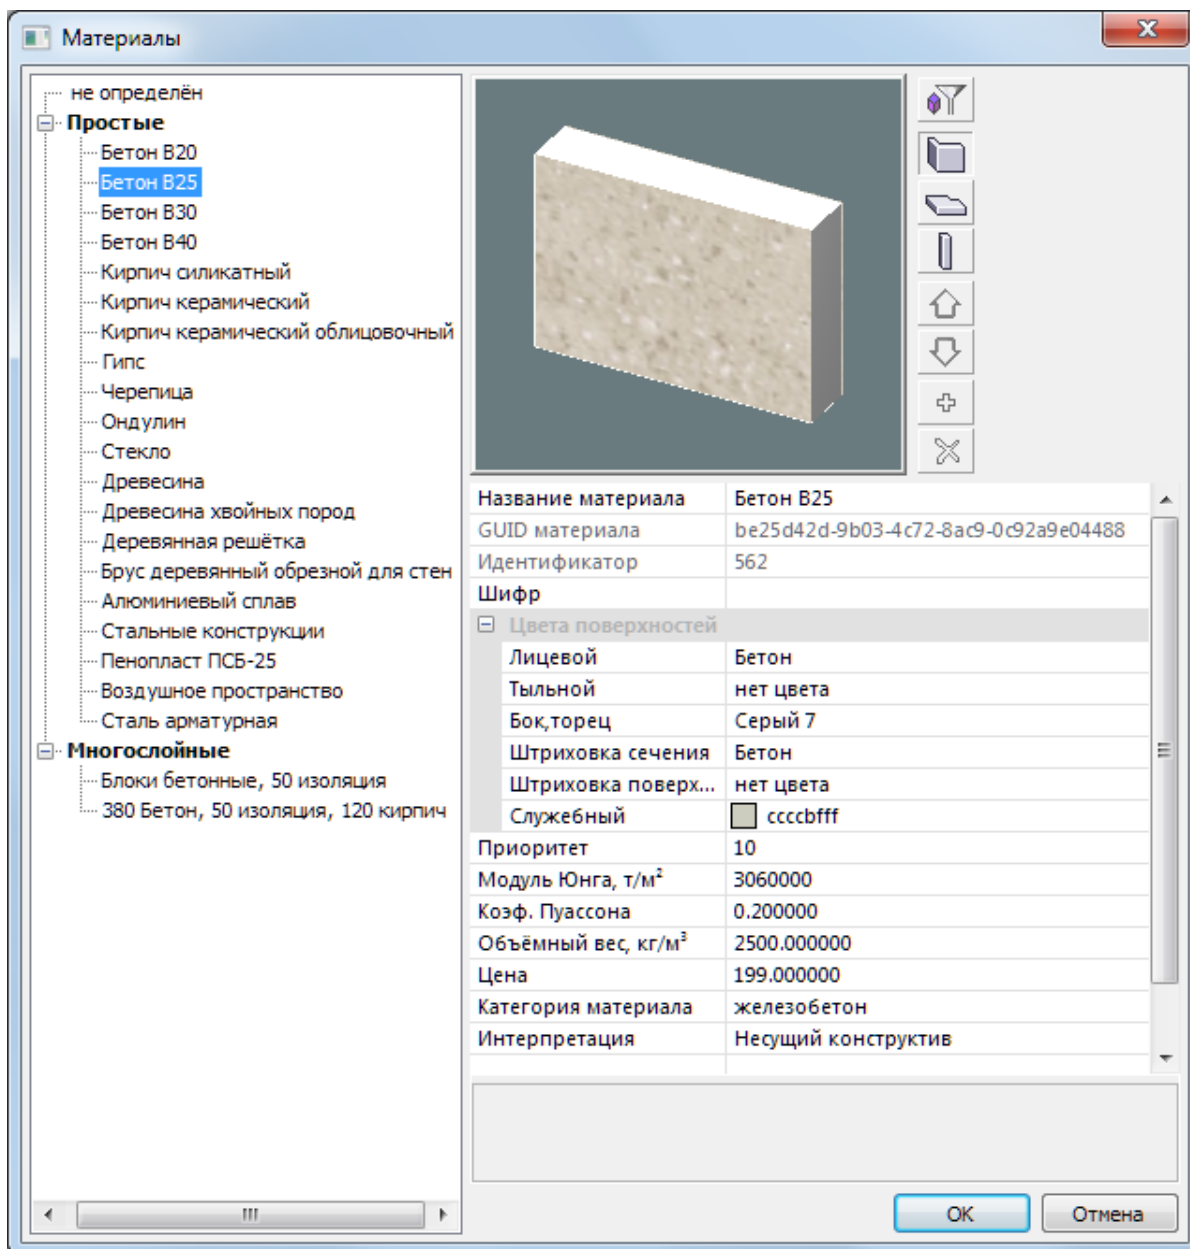

Рис.9.1. Диалоговое окно **Материалы**
- В открывшемся диалоговом окне **Материалы** (рис.9.1) выберите из списка материал **Бетон В25**.